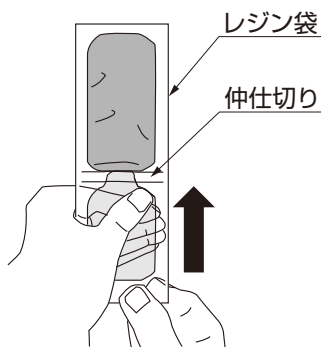

図4-2
- ③レジン袋を端から巻き上げ、内部の樹脂を押し出して仲仕切り部を貫通させてください。(図4-2参照)